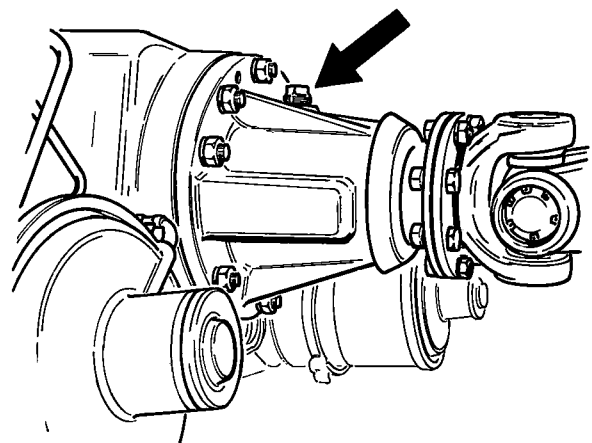

Fig. 2
- 0,5 liter inlopolie vullen in pignonhuis (fig. 2).